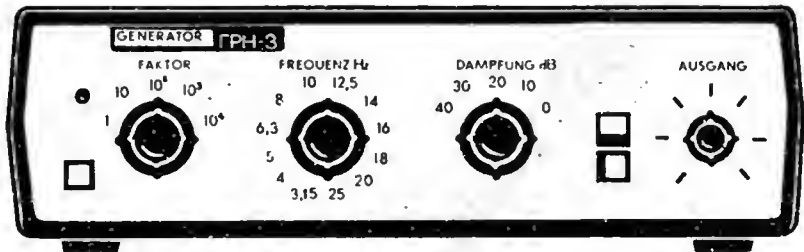

Abb.1
5.2. Gesamtansicht des Generators ist in Abb.1 und 2 dargestellt.